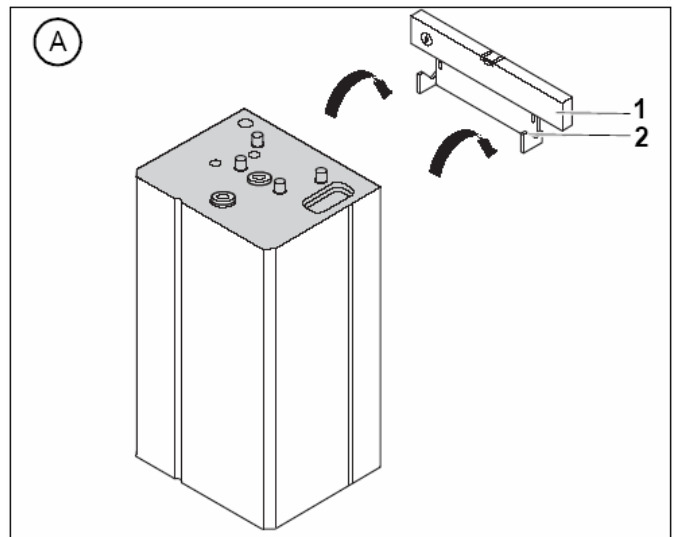

Рис. 5 Подвеска накопителя горячего водоснабжения (присоединение сверху)
- Разметить отверстия под дюбели при настенном монтаже (рис. 5).
- Резервуар накопителя в соответствии с присоединением сверху подвесить двумя проемами на крючки кронштейна подвески (рис. 5).